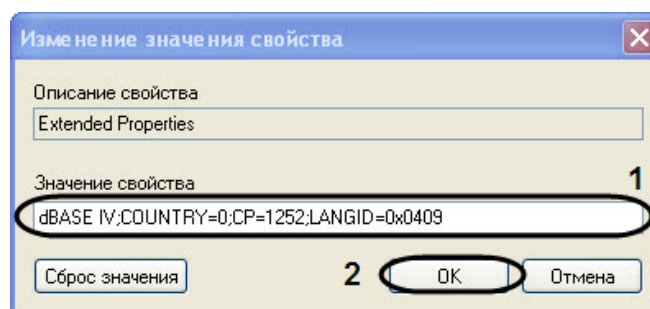

Рис. 11.3-7. Изменение значения свойства
- 10.7. В открывшемся окне «Изменение значения свойства» внести изменения в поле «Значение свойства» (Рис. 11.3-7, 1).
- 10.8. Для сохранения внесенных изменений нажать кнопку «OK» (Рис. 11.3-7, 2).